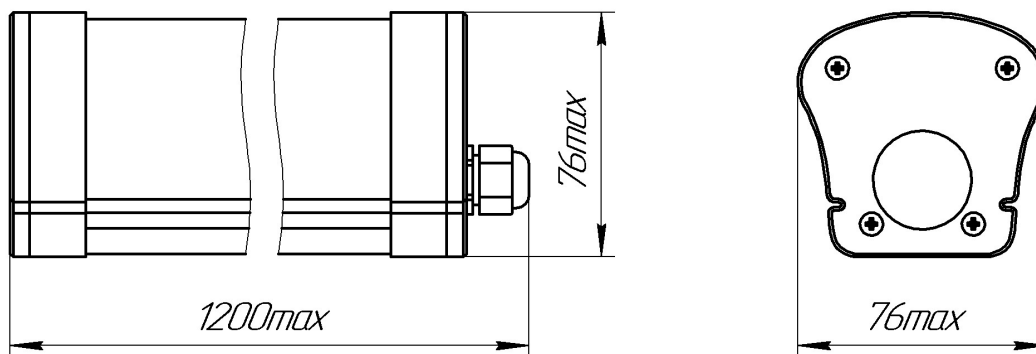

Рисунок 1
1.4.1. Светильник состоит (см. Рисунок 1) из пластмассового корпуса, который является несущим элементом светильника, светодиодных полупроводниковых модулей, источника питания и контактного устройства.